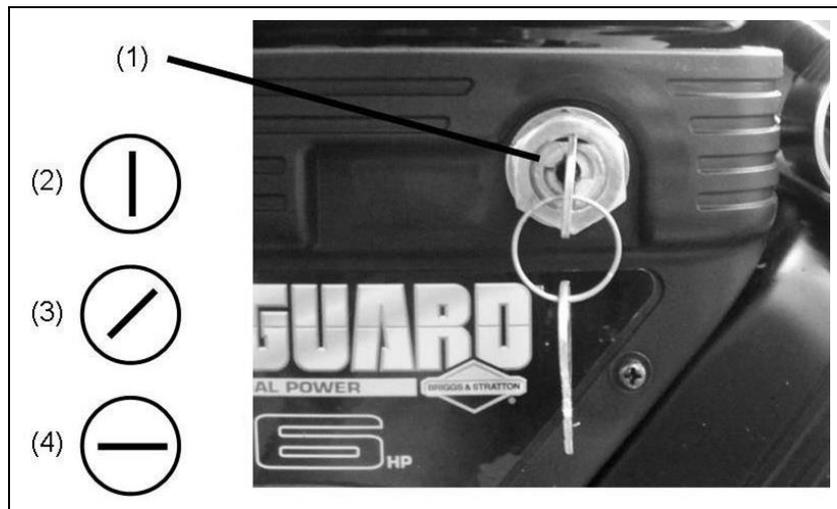

Abb. 4-2: Elektrostart
2. Schlüsselschalter (Abb. 4-2-(1)) in Pos. Start (Abb. 4-2-(4)) bringen.
- 3. Schlüsselschalter in Pos. Betrieb (Abb. 4-2-(3)) bringen.
3. Schlüsselschalter (*Abb. 4-2-(1)*) in Pos. STOP (*Abb. 4-2-(2)*) stellen.